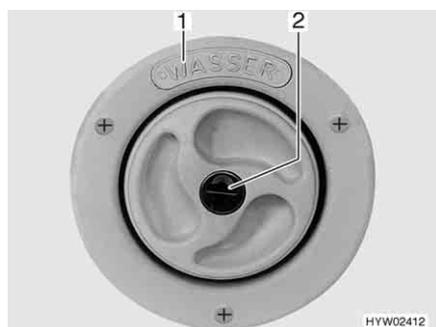
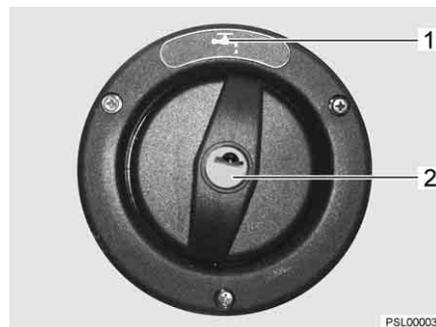

Fig. 33 Coperchio per bocchettone di riempimento dell'acqua potabile
Fig. 34 Coperchio per bocchettone di riempimento dell'acqua potabile (alternativa)
- ▷ Il bocchettone di riempimento dell'acqua potabile è contraddistinto dalla scritta "WASSER" (acqua) (Fig. 33,1) o con il simbolo "H₂O" (Fig. 34,1).
- Inserire la chiave nel cilindro della serratura (Fig. 33,2 o Fig. 34,2) e ruotare in senso antiorario.